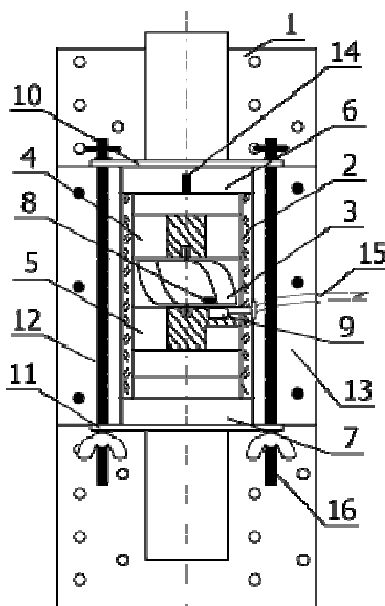

Рис. 2
Первичный преобразователь (Рис.2) смонтирован на перфорированной оцинкованной пластине 1 и выполнен в виде прозрачного цилиндра 2, внутри которого помещен ротор 3, установленный на цапфах в верхнем 4 и нижнем 5 направляющих аппаратах, через отверстия, в которых молоко подается на лопатки ротора 3. Верхний 6 и нижний 7 патрубки служат для подсоединения устройства в молочную магистраль. В ступице ротора 3 установлен магнит 8, взаимодействующий с датчиком Холла 9 вмонтированным в нижний направляющий аппарат 5.
- отвернуть (не до конца) барашки стяжных шпилек 13 (Рис. 2.) до освобождения, отвести их в стороны и подтянуть вверх, придерживая нижний уголок 11 во избежание выпадения прозрачного цилиндра 2;